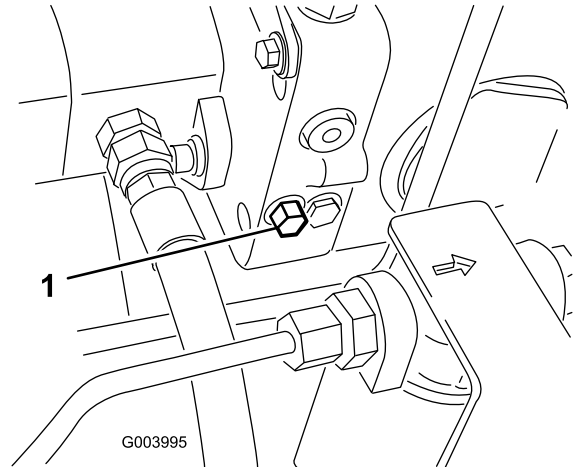

Figure 44
1. La vanne de dérivation est située du côté gauche de l'hydrostat (Figure 44). Tournez le boulon une